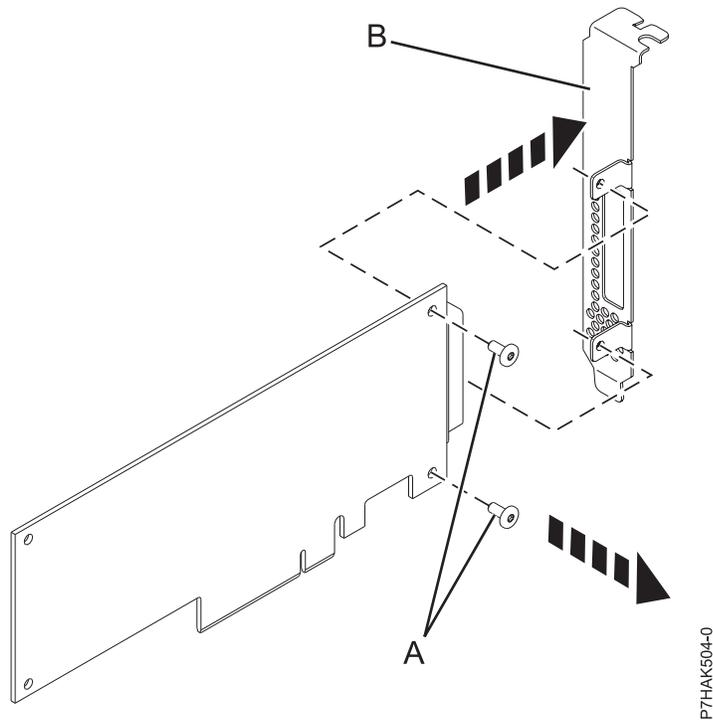

Abbildung 51. Den langen Adapterkassettenhalter aus dem neuen PCIe-Adapter ausbauen
8. Entfernen Sie mit einem Kreuzschlitz-Schraubendreher die beiden Sicherungsschrauben (A), mit denen der lange Haltesteg (B) am neuen PCIe-Adapter befestigt ist, wie in Abb. 51 auf Seite 54 dargestellt.